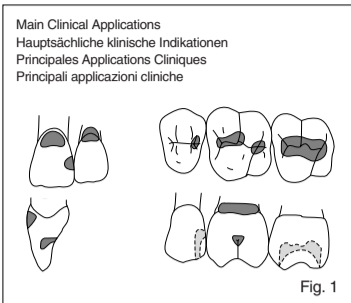

Fig. 1
- Additions to composite restorations. (Fig. 1)
- Erweiterung von Kompositrestaurationen. (Abb. 1)